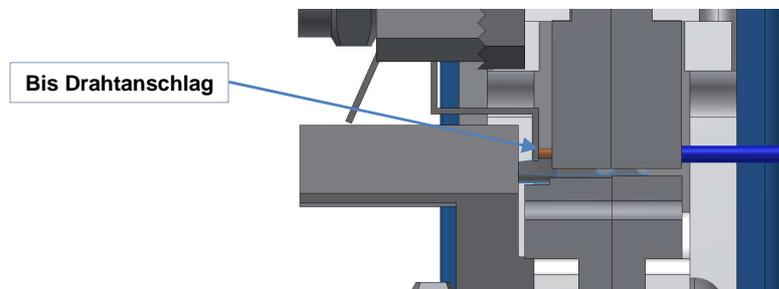

Abb. 5 : Leitung bis Drahtanschlag eingeschoben
- Schieben Sie die Leitung bis zum Drahtanschlag in den Kontakt ein, vgl. Abb.5.